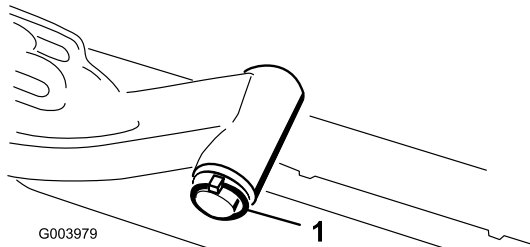

**Figure 15**
11. Pour verrouiller (fixer) la direction sur les plateaux de coupe, fixez la chape de pivot au bâti porteur avec la goupille élastique (Figure 15).